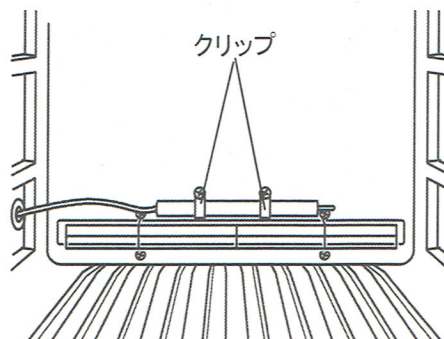

図 9
5. 記録計取付金具(MPR-S30:別売品)に同梱されているクリップ(大)を用いて、記録計の感温部を保冷库内奥側の取付孔に固定します。(図 9)